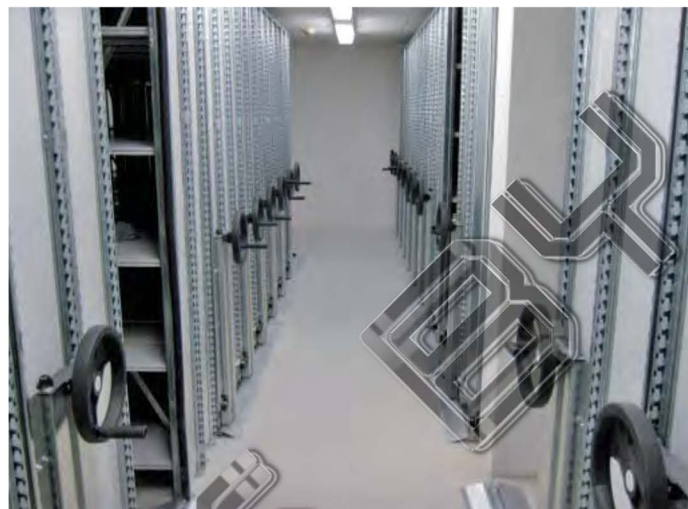

Рис. 56
-3000 мм (9-ступенчатый вариантами) которые можно поставлять с направляющим рельсом и верхними сгибами для использования их в любом помещении (рис. 56).